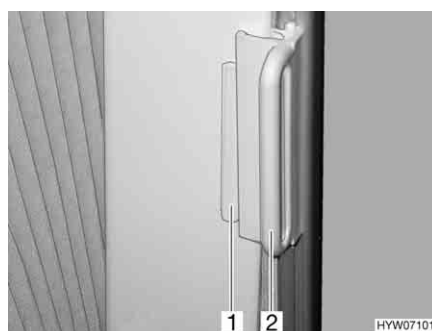

Fig. 103 Tendina oscurante pieghevole, finestra della cabina guida
- Afferrare l'impugnatura (Fig. 103,2) delle tendine oscuranti pieghevoli e chiudere tirando con prudenza finché il fermo magnetico non blocca la tendina oscurante pieghevole.
- Spingere l'impugnatura (Fig. 103,2) fino al sopralzo (Fig. 103,1). La tendina oscurante pieghevole è ora bloccata.